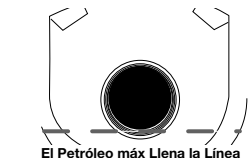

Fig. 25
5. La mirada en el petróleo llena hoyo, utiliza una linterna si necesitado. El petróleo debe estar tocando apenas las interiores la mayoría de los hilos (Fig. 25).
6. Si el nivel de aceite no está tocando la rosca más interior del agujero de llenar aceite, añada una pequeña cantidad al agujero de llenar aceite y vuelva a comprobar (Fig. 25). Repita este procedimiento hasta que el nivel de aceite alcance la rosca más interna del agujero de llenar aceite.
**NOTA:** Use la botella y la boquilla que guardó del uso inicial para medir la cantidad correcta. El nivel de 90 ml (3,04 onzas) está aproximadamente en la parte superior de la etiqueta de la botella (Fig. 29). Mida el nivel con la varilla de medición. Si el nivel está bajo, agregue una pequeña cantidad de aceite y vuelva a medir (Fig. 25). No lo llene demasiado.